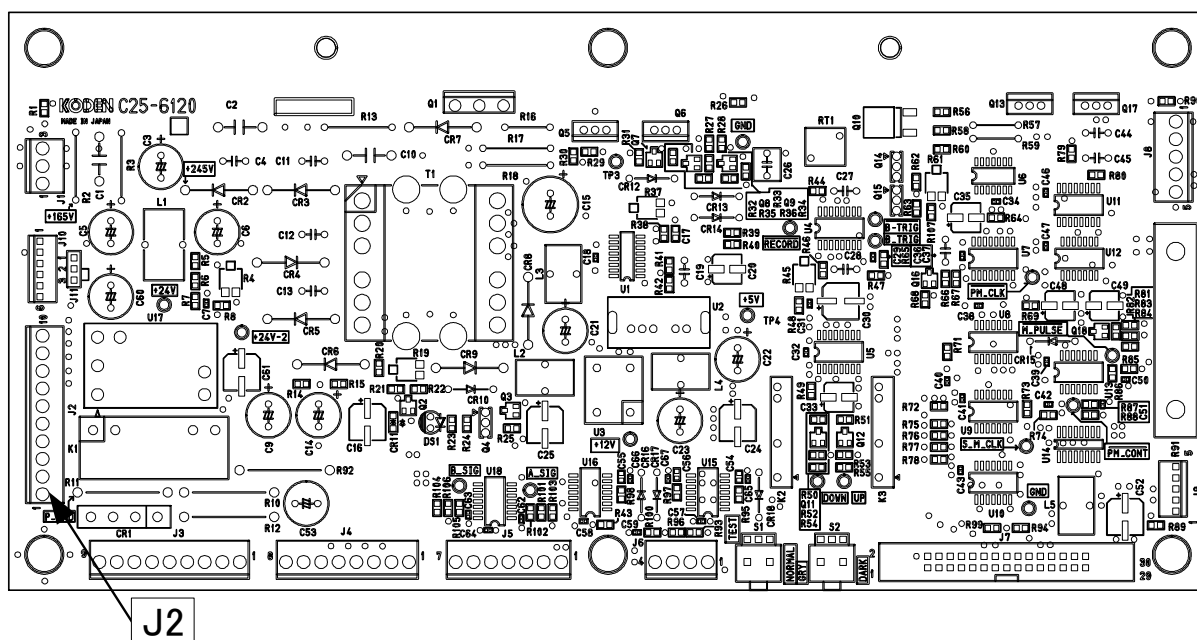

図 4.3 C25-6120 J2 配置説明図
3. C25-6120 の J2-1、3 ピン間の電圧をテスターで測定してください。J2 のコネクタは接続した状態で測定してください。（図 4.3 参照）